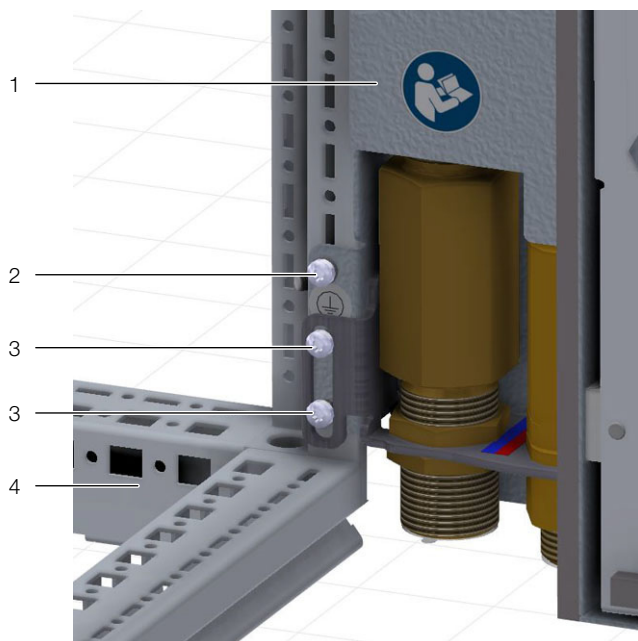

Рис. 8: Крепление LCP Hybrid – изнутри снизу
■ Полностью вверните винт для выравнивания потенциалов из комплекта поставки с контактной шайбой поверх двух нижних крепежных винтов в месте, отмеченном специальным символом заземления (рис. 8, поз. 2).